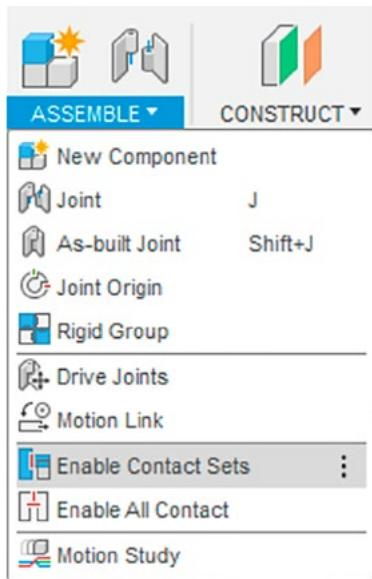

Рис. 18. Установка контактов
11. Крышка перемещается по пазу корпуса, но не чувствует границ корпуса и может проходить сквозь стенки. Ограничите движение крышки. В меню ASSAMBLE выберите функции ENABLE CONTACT SET (установить набор контактов) (рис. 18).